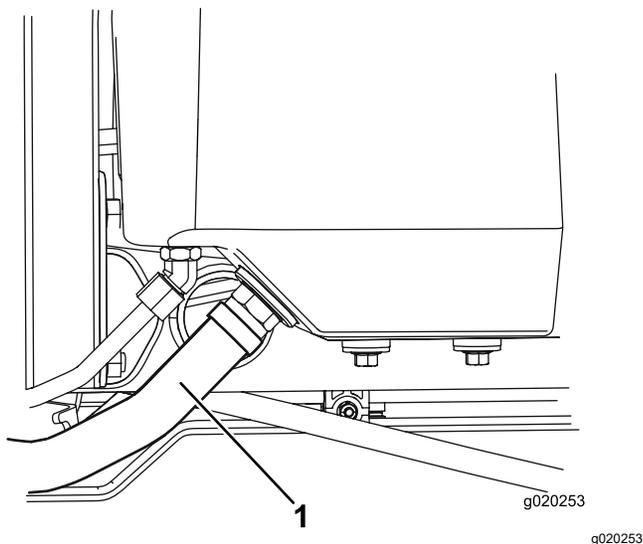

Figura 79
2. Desligue o tubo hidráulico grande (Figura 79) do reservatório e deixe o fluido hidráulico escorrer para um recipiente.